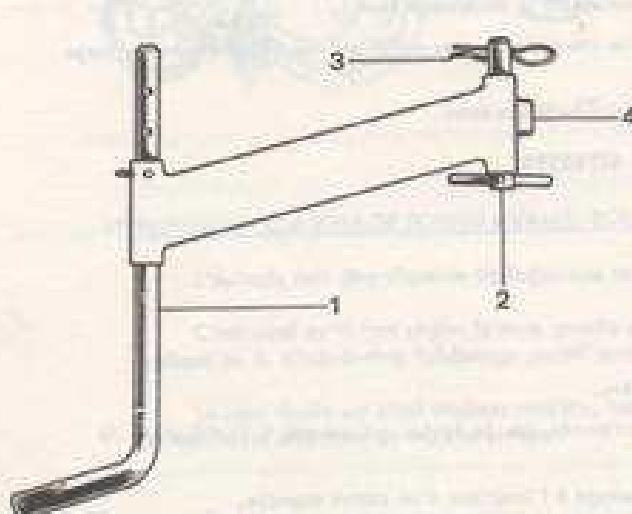

Fig. 4
BEQUILLES (Fig. 4 et 5)
- la béquille simple (Fig. 4)